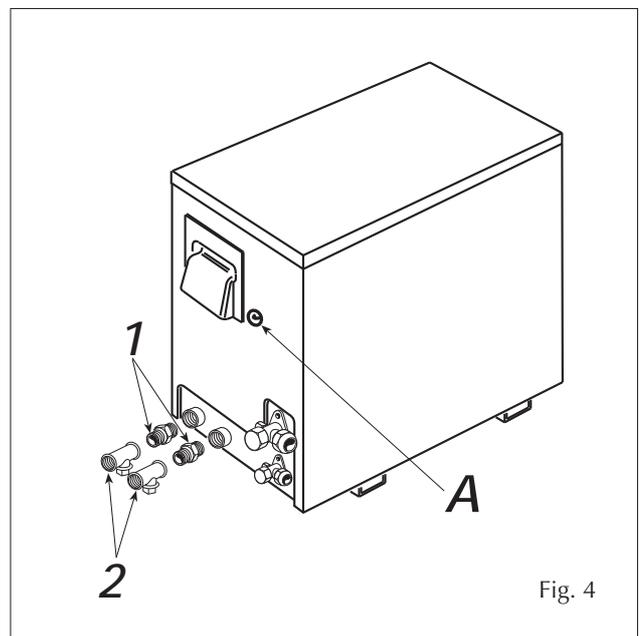

Fig. 4
- per i collegamenti idraulici utilizzare il kit (nippoli (1), giunti a T (2) e tappi) fornito a corredo con riferimento a fig. 4.
In caso di intervento di pressostato di alta pressione, si dovrà procedere manualmente al riarmo, premendo il pulsante (A) accessibile attraverso il foro posto sulla fiancata dell'unità (lato collegamenti idraulici), vicino alla maniglia in plastica (fig. 4).
- to make the hydraulic connections use the kit (nipples (1), T joints (2) and plugs) provided with the unit, referring to figure 4.
In the event of intervention of high pressure switch, it must be reset manually, by pressing button (A), accessed through the hole on the side of the unit (side of hydraulic connections), next to the plastic knob (fig. 4).